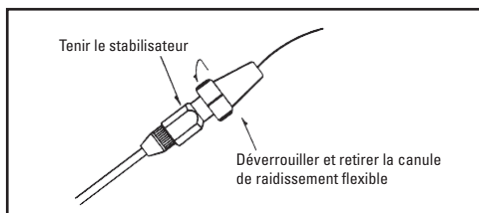

Figure 2. Déverrouillage de la canule de raidissement flexible du stabilisateur
6. Déverrouiller la canule de raidissement flexible du stabilisateur et la retirer avec précaution de 10 cm. Voir la figure 2. En même temps, immobiliser le stabilisateur et maintenir le stent dans la position correcte. Retirer le guide de 10 cm avec précaution. Observé sous radioscopie, le stent doit reformer sa boucle et rester correctement en place dans la vessie. Dans le cas contraire, repositionner le guide, la canule de raidissement flexible et le stent. Si ce n'est pas nécessaire, retirer soigneusement la canule de raidissement flexible du stabilisateur. Une fois de plus, immobiliser le stabilisateur tout en maintenant le stent dans la position correcte. Vérifier la position de l'orifice de drainage.